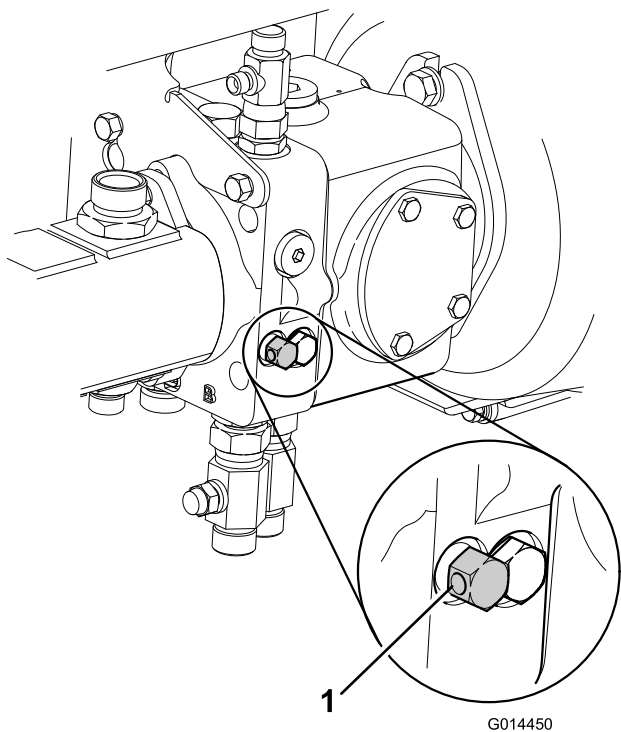

Figure 41
7. Mettez hors service le système de freinage de service hydraulique en tournant la vanne de dérivation située sous la pompe de transmission dans le sens antihoraire, de 3 tours au maximum (Figure 41).